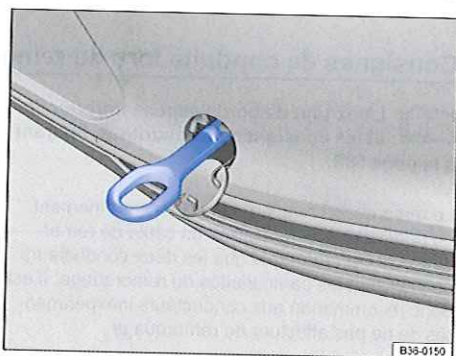

Fig. 284 Dans le pare-chocs arrière, du côté droit : œillet de remorquage vissé.
- Vissez l'œillet de remorquage aussi fermement que possible dans son logement en le tournant **dans le sens inverse des aiguilles d'une montre** $\Rightarrow$ fig. 284 $\Rightarrow$ ❶. Utilisez un objet approprié permettant de visser complètement et fermement l'œillet de remorquage dans la fixation.